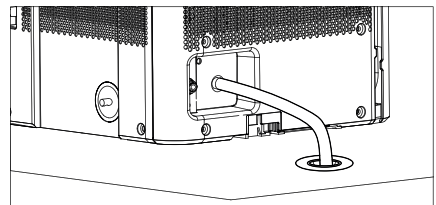
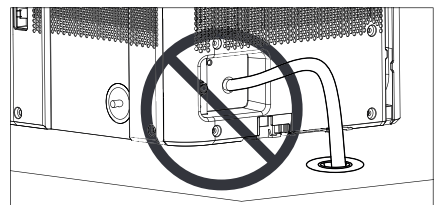

Fig. 8
Fig. 9
3. Asegúrese de que la manguera para el modo sin depósito esté inclinada hacia el drenaje (ver fig. 8) y no se eleve por encima del punto de conexión (ver fig. 9).